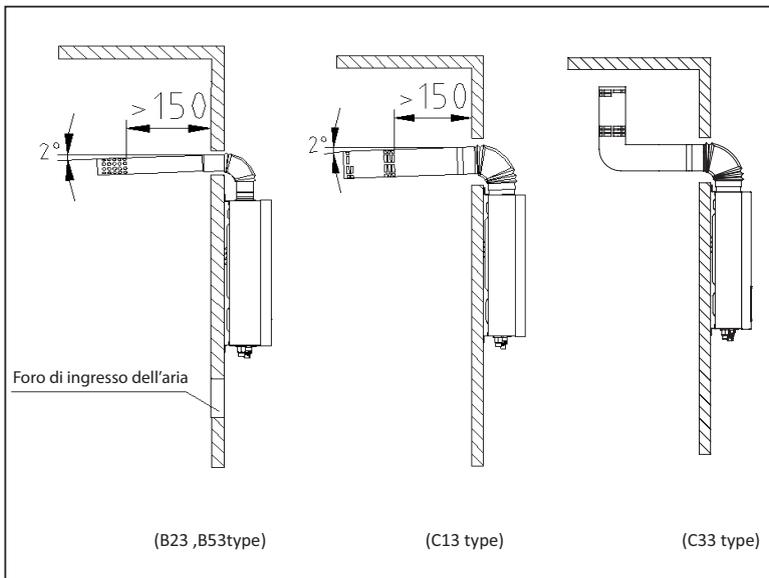

Fig. 11
(1) Utilizzare il tubo di scarico da noi fornito, facendo riferimento alla Fig. 11 per l'installazione. Se il tubo di scarico è troppo corto è possibile provvedere a una prolunga. Controllare il tubo di scarico ogni sei mesi per escludere perdite o danni.
(2) La lunghezza del tubo di scarico dev'essere inferiore a 3 m e il numero di curve non deve essere superiore a 3 (una curva equivale a 1 m di tubo rettilineo).
(3) Minore è la distanza orizzontale del tubo di scarico dei gas combustibili migliore è il risultato. Il tratto terminale del tubo di scarico deve essere inclinato verso il basso di 20° (Fig. 11) in modo da lasciar fuoriuscire l'acqua di condensa.
(1) Utilizzare il tubo di scarico da noi fornito, facendo riferimento alla Fig. 11 per l'installazione. Se il tubo di scarico è troppo corto è possibile provvedere a una prolunga. Controllare il tubo di scarico ogni sei mesi per escludere perdite o danni. Installare il tubo di scarico dopo aver fissato il corpo dello scaldabagno. Per prima cosa posizionare lo scarico fisso nel foro della parete, poi inserire la curva nell'uscita dei gas combusti dello scaldabagno in modo che non incontri ostacoli; l'estremità del tubo di scarico deve avere un'inclinazione di 2° verso il basso (Fig. 11), altrimenti la pioggia potrebbe rifluire nello scaldabagno e danneggiarlo.
(2) La lunghezza del tubo di scarico dei gas combusti dev'essere inferiore a 3 m e il numero di curve non deve essere superiore a 3 (una curva equivale a 1 m di tubo rettilineo).